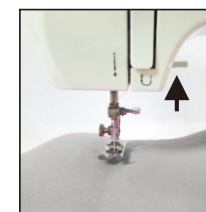

Fig.11
2. Lyft pressarfoten och placera tyget som du vill sy under foten (fig.11).